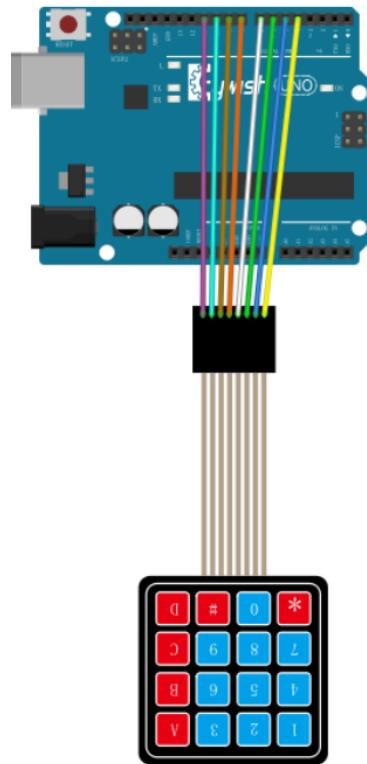

图 5.2: 实验接线图
- (1) 按照如图5.2所示的方式完成接线；
- (2) 打开 Arduino IDE，输入程序；
- (3) 检查无误后上传程序；
- (4) 打开串口监视器，在矩阵键盘上按下不同的按钮，观察串口监视器中打印出的内容。